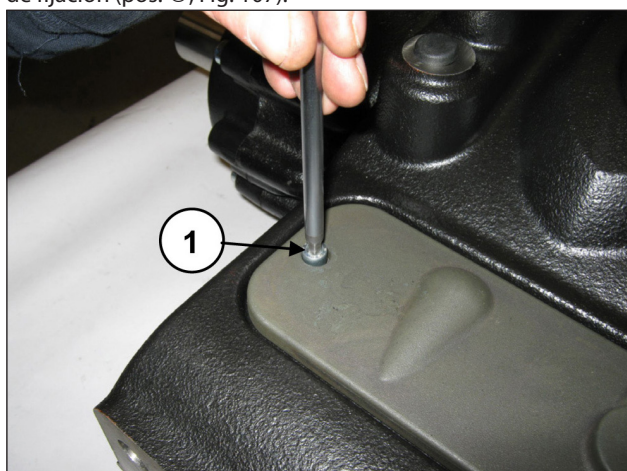

Fig. 107
Quitar la tapa de inspección superior aflojando los 2 tornillos de fijación (pos. ①, Fig. 107).